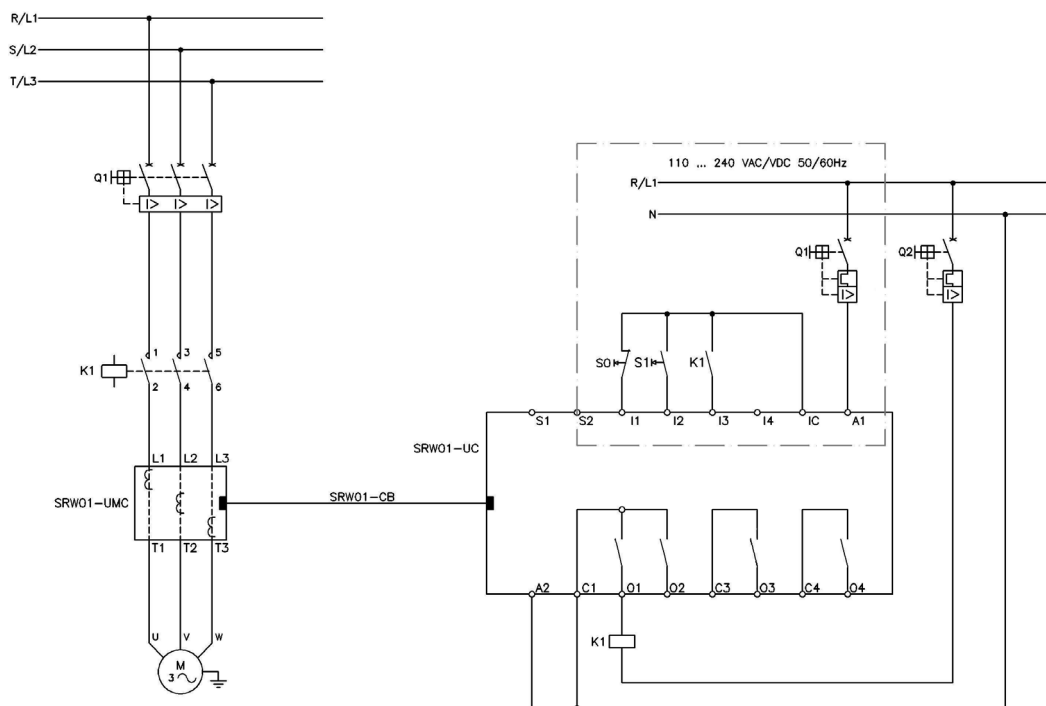

Figura 5.6 - Esquema de ligação para o Modo de Operação Partida Direta utilizando entradas digitais em 24 Vcc e acionamento por botoeiras (P230 = 1)
O esquema da figura 5.6 apresenta um exemplo da utilização da Unidade de Controle (UC), no modo de operação Partida Direta com acionamento através das entradas digitais (P229 ou P232 = 0) em 24 Vcc, utilizando lógica de controle a três fios (botoeiras) (P230 = 1).